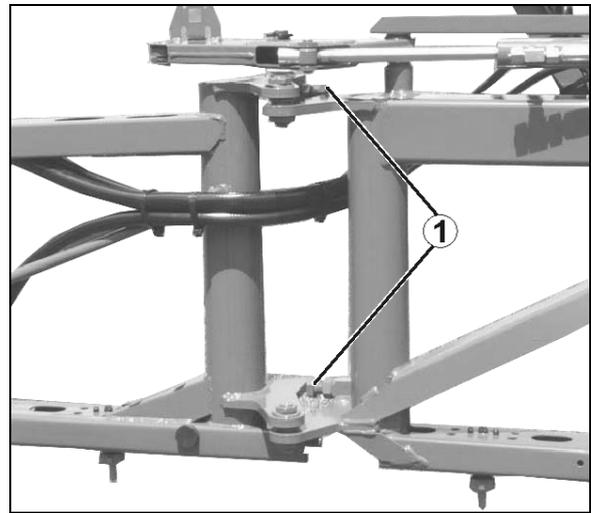

Fig. 188
De no ser así, alinear el varillaje de pulverización desplegado con la compensación de oscilaciones **desbloqueada** mediante contrapesos (Fig. 188/1). Fijar los contrapesos convenientemente en la extensión.
1. Aflojar los tornillos (Fig. 188/2) de la brida de sujeción (Fig. 188/3). La alineación se efectúa directamente con la garra de plástico (Fig. 188/4) a través de los orificios alargados de la brida de sujeción.
3. Apretar los tornillos (Fig. 188/2).